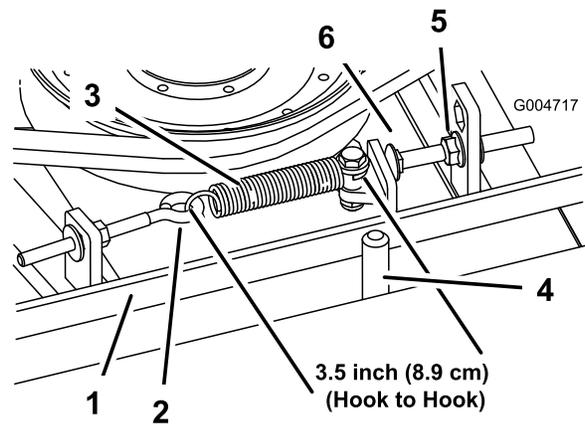

Figura 70
Cuando está correctamente tensado, la longitud del muelle de extensión (entre ganchos) debe ser de 8,9 cm \pm 0,63 mm aproximadamente (medida interior). Una vez que haya obtenido la tensión correcta del muelle, ajuste el perno de tope (perno de cuello cuadrado) hasta que quede aproximadamente 0,32 cm \pm 0,152 cm de holgura entre la cabeza del perno y el brazo tensor (Figura 70).
Nota: Asegúrese de que la correa está colocada en el lado del muelle de la guía de la correa (Figura 70).
2. Afloje el perno de ojal para poder retirar el muelle de extensión (Figura 70).
3. Afloje la tuerca con arandela prensada que fija el perno de tope a la pletina de montaje. Desenrosque la tuerca lo suficiente para permitir que el brazo tensor pase por el perno de tope (Figura 70). Aleje la polea tensora de la correa para aliviar la tensión de la correa.
8. Vuelva a conectar el muelle de extensión (Figura 70) al perno de ojal y tense la correa de la siguiente manera: